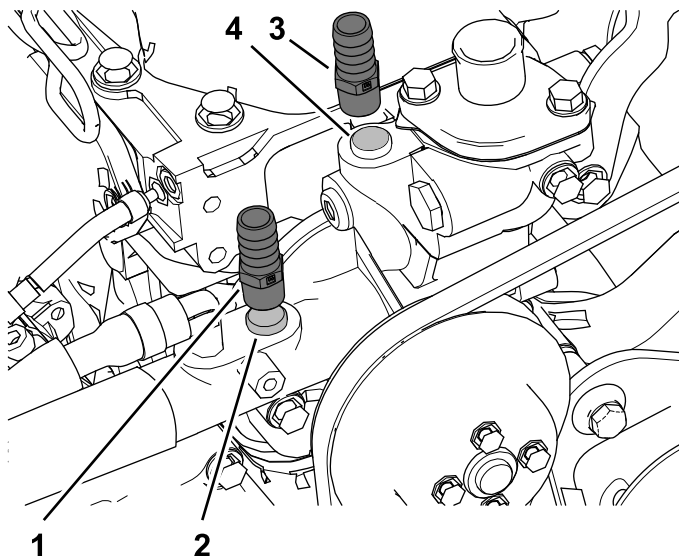

Figura 34
2. Retire los tapones de las mangueras de suministro y retorno del calentador del motor e instale los acoplamientos dentados ($\frac{3}{8}$ NPT x 0,625), según se muestra en Figura 34.